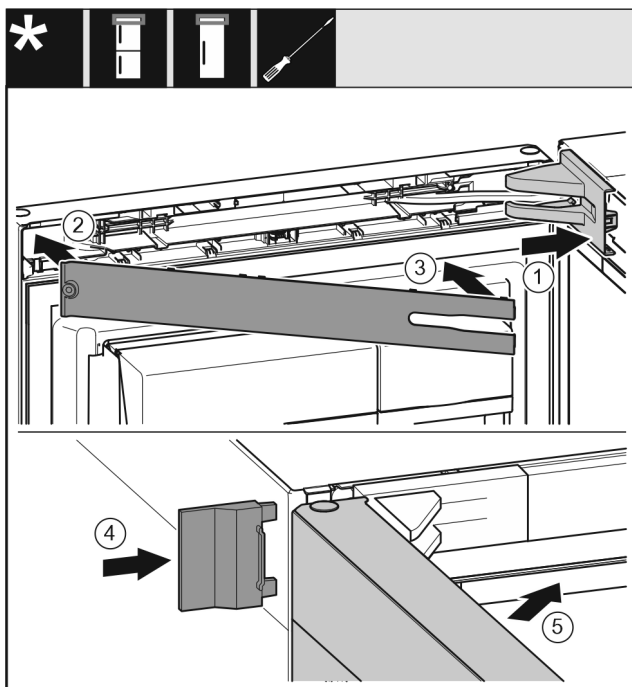

Fig. 51
- ▶ Nasadte kryt ložiskovej konzoly a zaistite, príp. opatrne roztlačte. Fig. 51 (1)
- ▶ Nasadte kryt. Fig. 51 (2)
- ▶ Kryt priklopte a zaistite. Fig. 51 (3)
- ▶ Nasuňte vonkajší kryt. Fig. 51 (4)
- ▶ Zatvorte horné dvere. Fig. 51 (5)